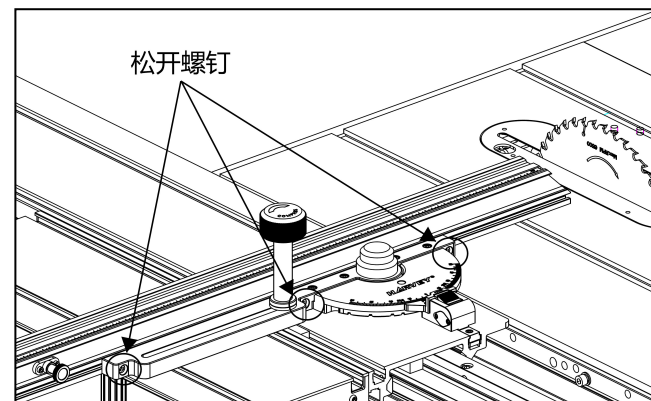

图 16
12. 使用 5mm 的内六角扳手松开刻度盘固定螺钉（图 16）。将锯片先升到最高点，然后旋转靠山，直到靠山与台板前边缘平行，左右移动靠山，确保靠山距离锯片约 55.5mm，移动到位后锁紧刻度盘。